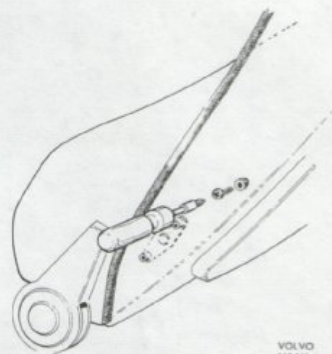

Bild 6
2. Hål $\varnothing$ 5,5 mm enligt bild 6 och 12 skall vara 4,5 mm.
16. Skruva fast förarskyddet med en plåtskruv i detta hål. Bild 6.